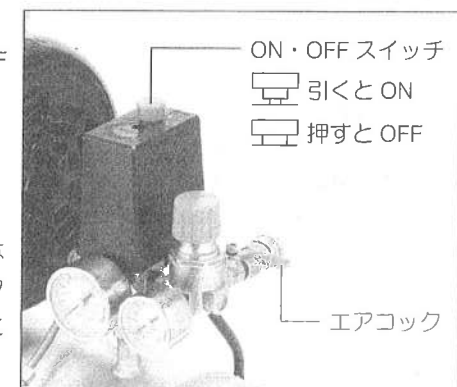

図6
- Ⓔ赤色のON・OFFスイッチのボタンは振動により振れることがありますが問題はありません。(図6参照)